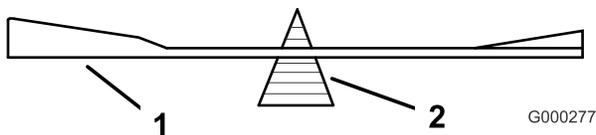
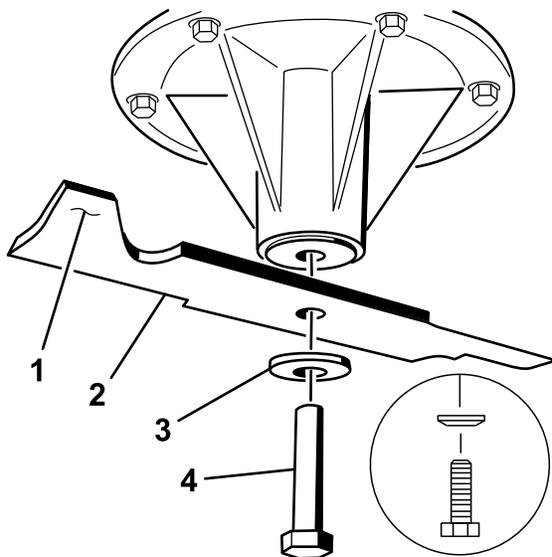

Figura 82
Figura 83
2. Togliete il bullone, il disco elastico e la lama dall'asse del fusello (Figura 83).
2. Controllate l'equilibrio della lama posizionandola su un bilanciatore (Figura 82). Se la lama rimane in posizione orizzontale, è bilanciata e può essere utilizzata. Se la lama non è bilanciata, limate del metallo soltanto dalla costa (Figura 83). Ripetete la procedura finché la lama non è perfettamente bilanciata.
2. Montate la rondella curva e il bullone della lama. La parte sporgente della rondella curva deve essere rivolta in verso la testa del bullone (Figura 83). Serrate il bullone della lama a 115–149 Nm.
1. Montate la lama sull'asse del fusello (Figura 83).